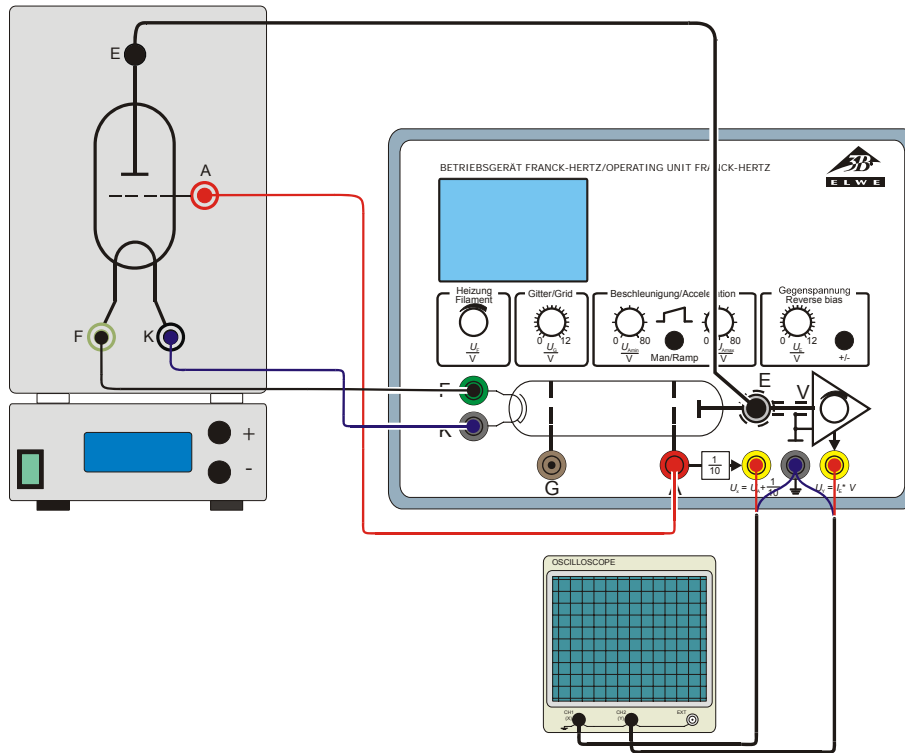

Fig. 1 Montagem experimental do tubo de Franck-Hertz com preenchimento Hg
- Ligar as entradas e saídas "A", "F" e "K" entre elas (vide fig. 1).